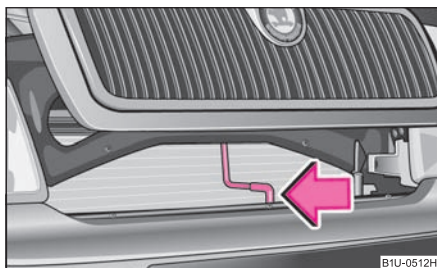

Fig. 15 Rejilla del radiador:
- Presione la palanca de seguridad en sentido de la flecha ⇒ fig. 15 y levante la tapa.